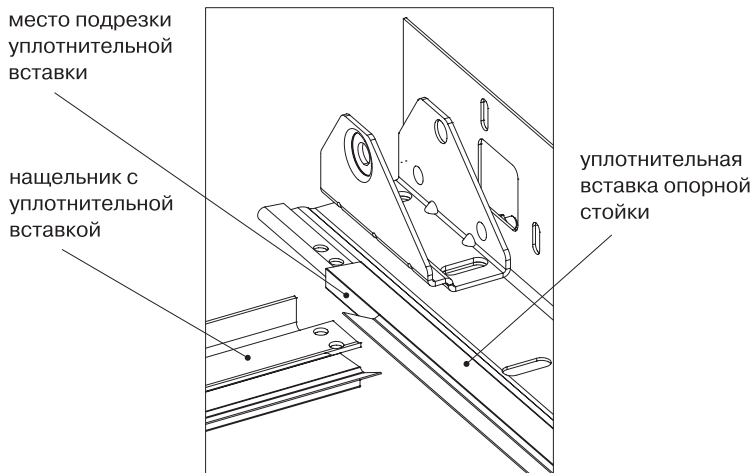

Рис. 7.2.
- Произвести подрезку уплотнительных вставок, устанавливаемых в опорные стойки (рис.7.2). Подрезается эластичная часть вставки таким образом, чтобы перекрытие уплотнительных вставок опорной стойки и нащельника происходило по эластичным частям внахлест. Уплотнительная вставка нащельника должна накладываться на вставку опорной стойки (при взгляде с наружной стороны ворот).